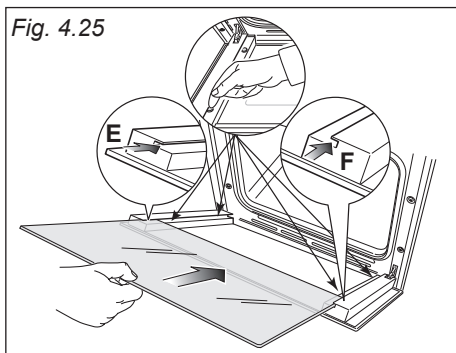

Fig. 4.25
IMPORTANTE: È consigliabile, durante l'inserimento del vetro, tenere premuti in posizione i 4 distanziatori "D", mediante un dito, al fine di evitare la rottura o lo sfilamento dei distanziatori stessi (fig. 4.25).
- Inserire il vetro nelle guide "E" ed "F" (fig. 4.25) e farlo scorrere dolcemente fino ai fermi "H" (fig. 4.25).